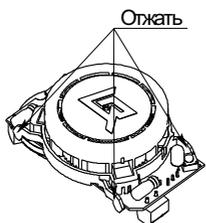

Рисунок 1
- отжать замки на дымовой камере (рисунок 1) и снять ее;